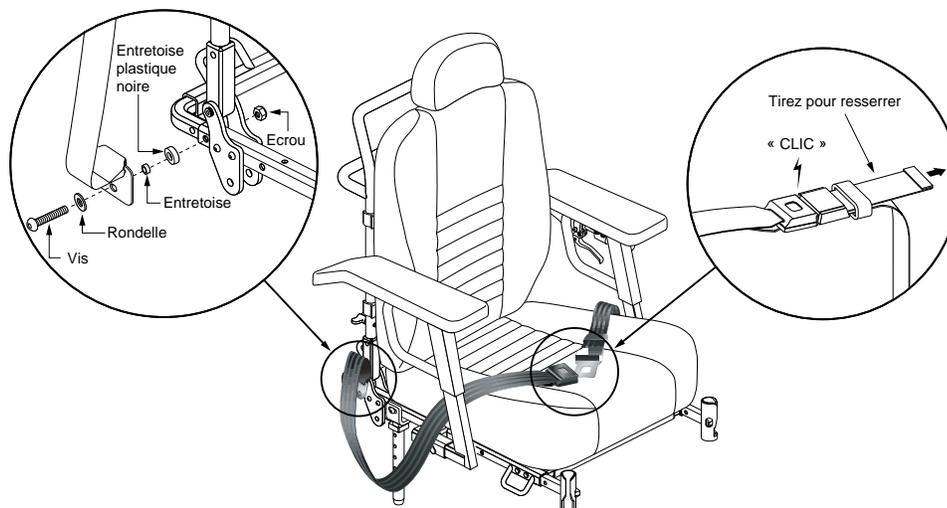

Figure 29. Installation et réglage de la ceinture de positionnement
1. Insérez la vis par la rondelle et la languette de montage à l'extrémité de la ceinture de positionnement. Voir la figure 29.